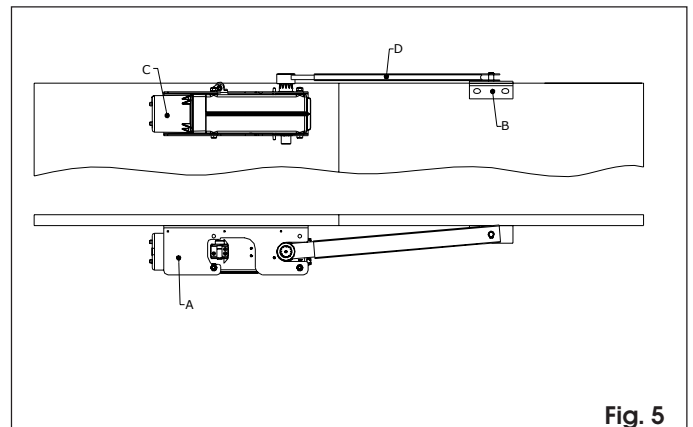

Fig. 5
- 4) Montar el motorreductor C en la placa de base A con los tornillos, arandelas y tuercas correspondientes incluidos en el suministro (fig. 5). Nota bien: el perfil ranurado tiene que estar dirigido hacia arriba.